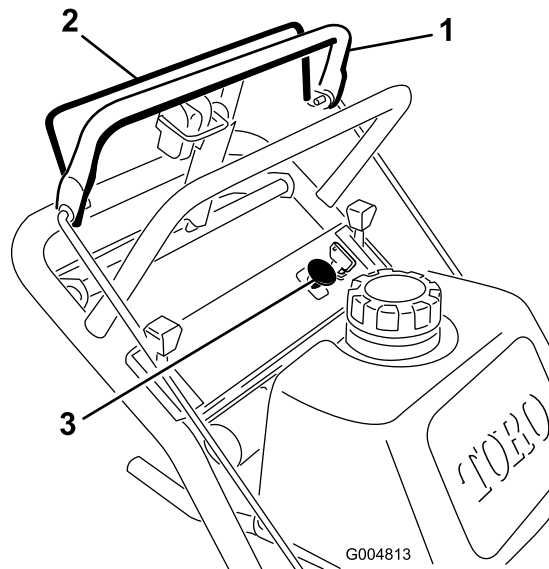

Figura 9
1. Libere la barra de control superior para parar la máquina (Figura 9).
2. Para engranar la cuchilla, apriete la barra de control de las cuchillas contra la barra de control superior (Figura 9).
Suelte la barra de control de las cuchillas para desengranar las cuchillas (Figura 9).